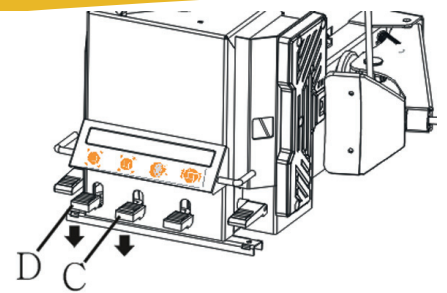

Bild 14
- Drücken Sie das Pedal C, um die Spannbacken zu öffnen oder drücken Sie Pedal D um die Felge außen zu fixieren (Bild 14).